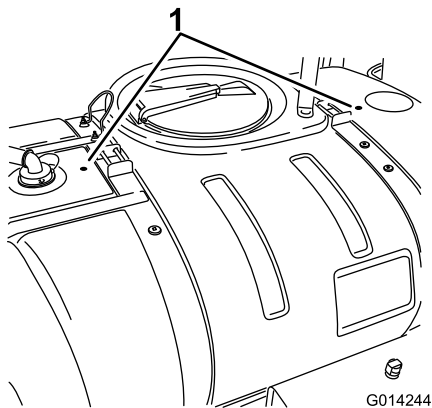

Figura 11
- Localize as duas marcas de perfuração no depósito principal (Figura 11).